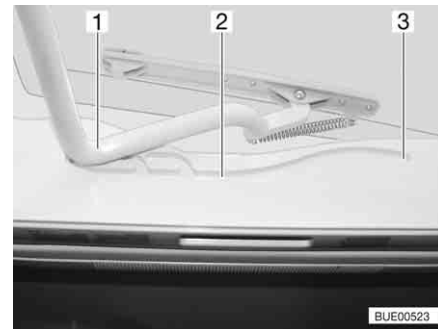

Fig. 117 Claraboya Heki, guía
- Tirar la horquilla (Fig. 117,1) en las guías (Fig. 117,2) hasta la posición trasera final (Fig. 117,3).
- Empujar el estribo (Fig. 117,1) ligeramente hacia arriba con ambas manos.
- Tirar el estribo en las guías (Fig. 117,2) hasta la posición deseada.